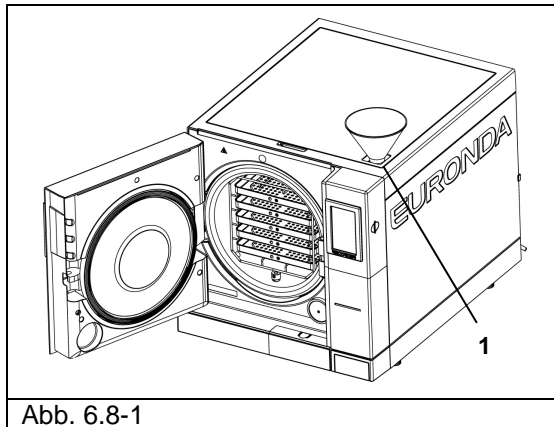

Abb. 6.8-1
2. Die Verschlusschraube des oberen Deckels öffnen, den mitgelieferten Trichter in die Öffnung setzen (1 in Abb. 6.8-1) und destilliertes Wasser von Hand einfüllen. Dabei die im Kap. 5.3 "Technische Daten" angegebene Menge beachten. Den in der Einfüllöffnung angegebenen MAX Füllstand nicht überschreiten. Sobald das Wasser im Tank seinen höchsten Stand erreicht, ertönt am Sterilisator ein akustisches Signal zur Anzeige, dass der Tank voll ist. Das Wasser kann auch über den Deionisator
2. Den Frischwassertank mit neuem, sauberem Wasser füllen (1 in Abb. 6.8-1).